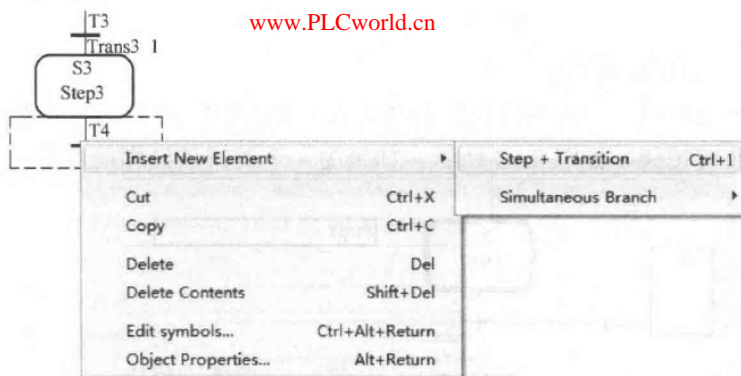

图 3-65 插入新的步
3) 插入新的步时，单击最下方的 Trans5，右键选择插入新的步 (或者按快捷键)，如图 3-65 所示。还可以根据需要插入跳转或者分支。